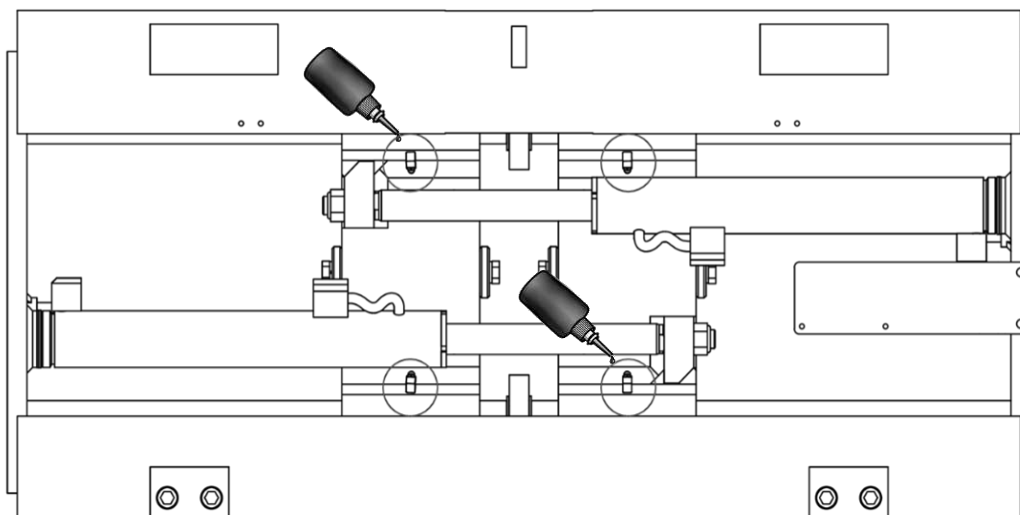
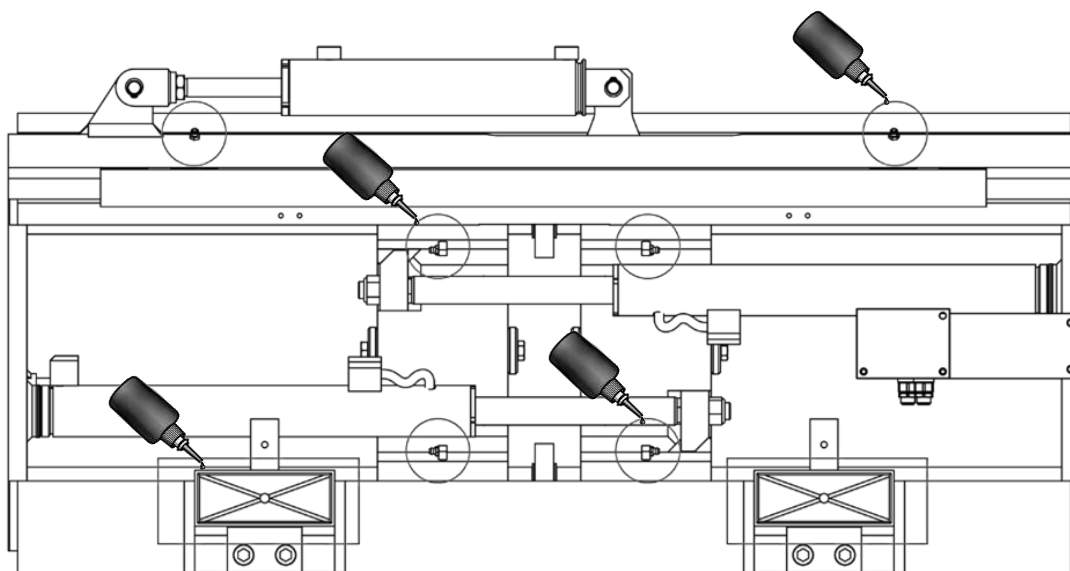

Figura 26
Figura 27
1. Lubrificare i componenti di scorrimento mediante gli appositi ingrassatori (vedi *Figura 26* e *Figura 27*).
2. Lubrificare i lardoni di scorrimento e la relativa barra di scorrimento (vedi *Figura 27*, per versioni con *sls*).